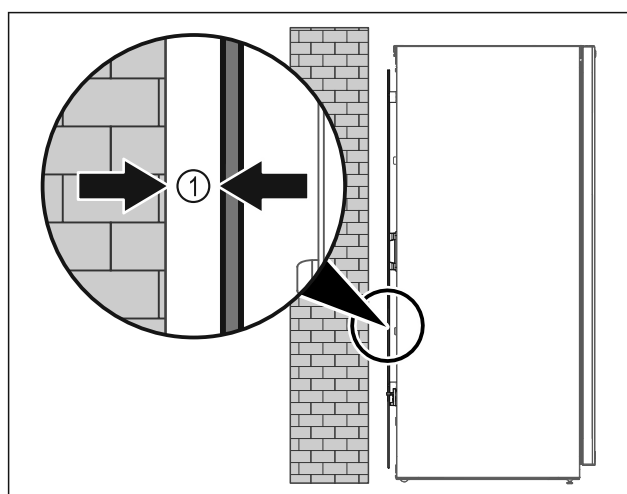

Fig. 65
- Ustavte spotřebič buď volně v místnosti nebo přímo u stěny v minimální vzdálenosti 5 mm Fig. 65 (1).